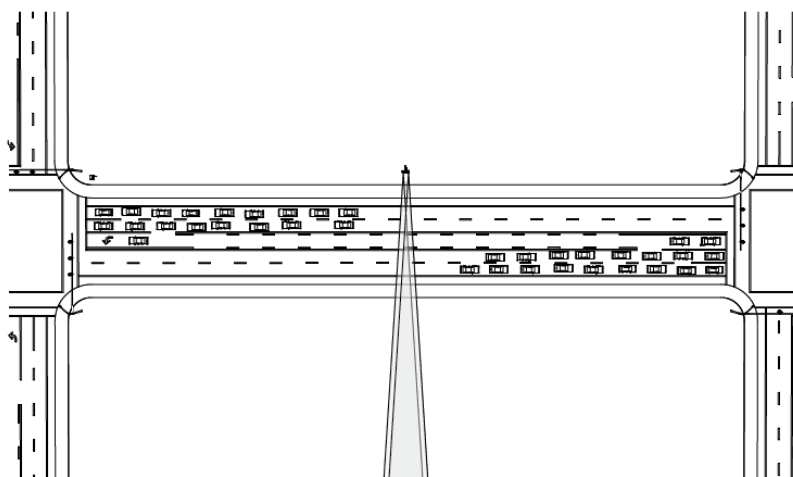

Рисунок 2.1
2.3.4 При установке изделия на участках дорог, содержащих светофоры или знаки остановки, следует выбрать место, соответствующее середине участка между двумя ограничителями, для уменьшения вероятности скопления и остановки ТС в зоне действия радара сенсора (рисунок 2.1).